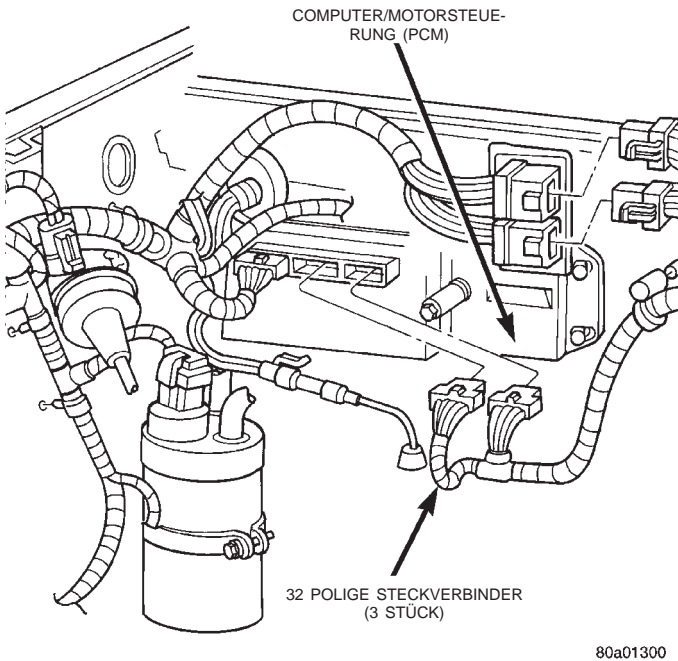

Abb. 8 Computer/Motorsteuerung (PCM) samt Steckverbindern
(1) Kabelbaum-Steckverbinder von der Zündspule abziehen.
(2) Überbrückungskabel (Kabelquerschnitt maximal 8 mm²) zwischen den Anschlüssen im abgezogenen Steckverbinder und den Anschlüssen an der Zündspule anschließen. Näheres zur Polarität der Anschlüsse siehe Kapitel 8W, "Schaltpläne".
(3) Die eine Prüfspitze eines Voltmeters am Plus-Überbrückungskabel (12 Volt) anschließen. Die Minus-Prüfspitze des Voltmeters an einen guten Massepunkt anschließen.
(4) Überprüfen, ob genügend Batteriespannung (12,4 Volt) für die Start- und Zündanlage zur Verfügung steht.
(5) Den Motor 5 Sekunden lang mit dem Anlasser durchdrehen und hierbei die Spannung am Plusanschluß der Zündspule ablesen:
- Entspricht die angezeigte Spannung während des gesamten Durchdrehvorgangs in etwa der Batteriespannung, Zündung ausschalten. Die drei 32 poligen Steckverbinder (Abb. 8) vom PCM abziehen. Die Steckverbinder auf lockere Anschlüsse oder Korrosion überprüfen.
(6) Prüfspitze des Voltmeters vom Plusanschluß der Zündspule abklemmen. Überbrückungskabel (Kabelquerschnitt 8 mm²) zwischen dem Batterie-